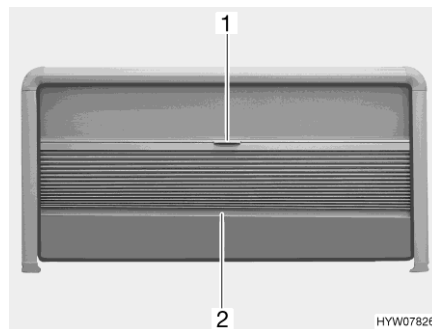

Fig. 27 Dispositif occultant plissé et moustiquaire (fenêtre projetante)
- Saisir la tige de fermeture (Fig. 27,2) du dispositif occultant plissé par le milieu et tirer avec précaution vers le bas.
- Maintenir la tige de fermeture (Fig. 27,2) du dispositif occultant plissé par le milieu et pousser ce dernier avec précaution vers le haut.
- Tirer la moustiquaire vers le bas en la maintenant par la poignée (Fig. 27,1).
- Pousser la moustiquaire à fond vers le haut en la maintenant par la poignée (Fig. 27,1).